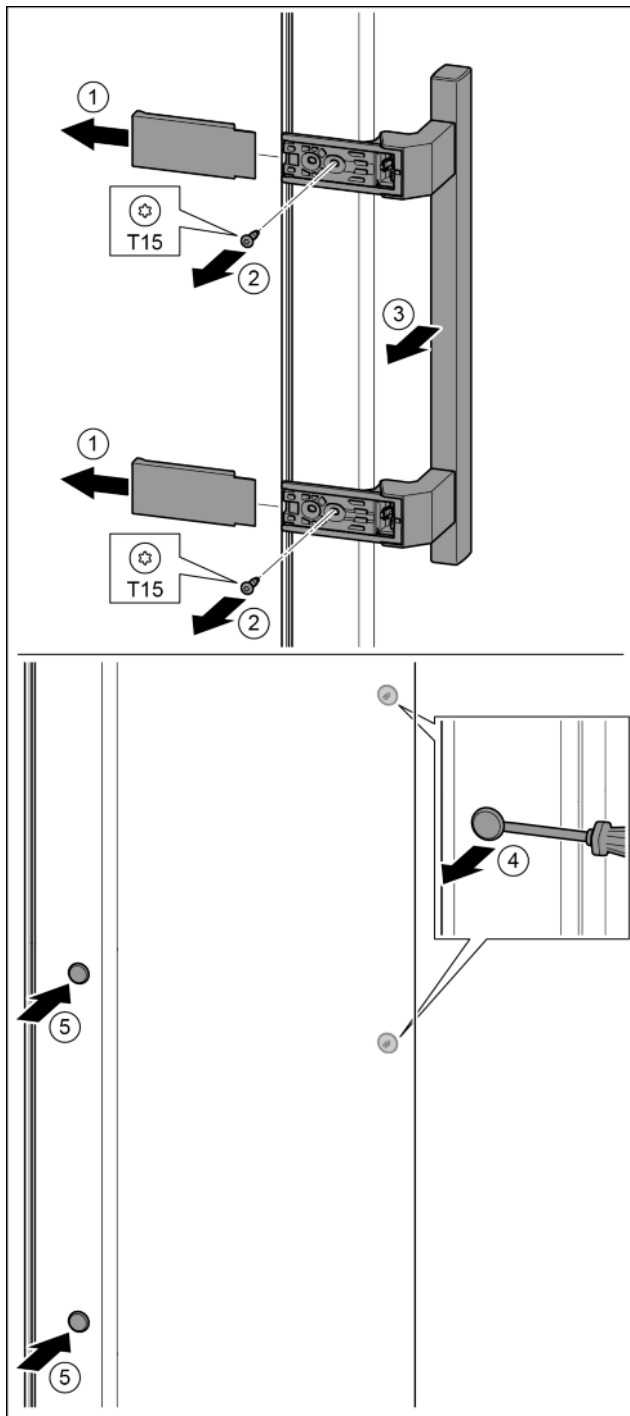

Fig. 20
- ▶ Снять крышку. Fig. 20 (1)
- ▶ Выкрутить винты отверткой T15. Fig. 20 (2)
- ▶ Снять ручку. Fig. 20 (3)
- ▶ Осторожно приподнять шлицевой отверткой боковые заглушки и вынуть их. Fig. 20 (4)
- ▶ Заглушки снова вставить с другой стороны. Fig. 20 (5)